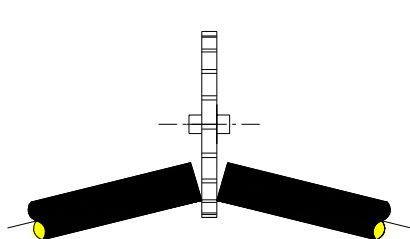

Fig.1
1. Tagliare il tubo alla lunghezza desiderata e ad angolo retto con l'apposita taglierina a disco. Eliminare all'imbocco del tubo eventuali residui dovuti al taglio (Fig.1).
1. Cut the hose at the desired length at right angle with the specific disc cutter. Remove any rubber remainings from the cut hose edge (Fig. 1).